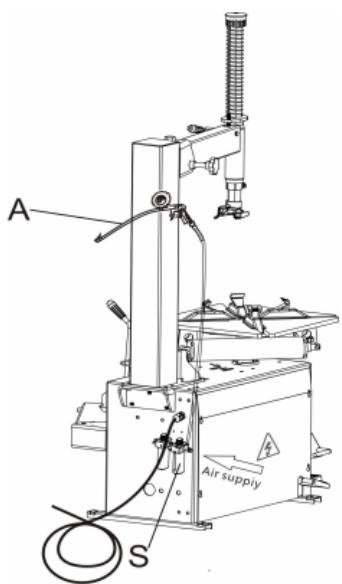

Abb.8
- Luftsystemanschluss: Schließen Sie die Aufpistole A an die Kupplung oben am Luftfilter S an; hängen Sie die Aufpistole an den Haken an der Säule (siehe Abb.8). Schließen Sie die Druckluftversorgung an die Kupplung zwischen dem Öler und dem Luftfilter an (siehe Abb.8).